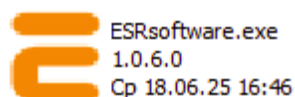

Рис. 3
2. Запустите программу, нажав на иконку «ESRsoftware.exe» (Рис. 3).